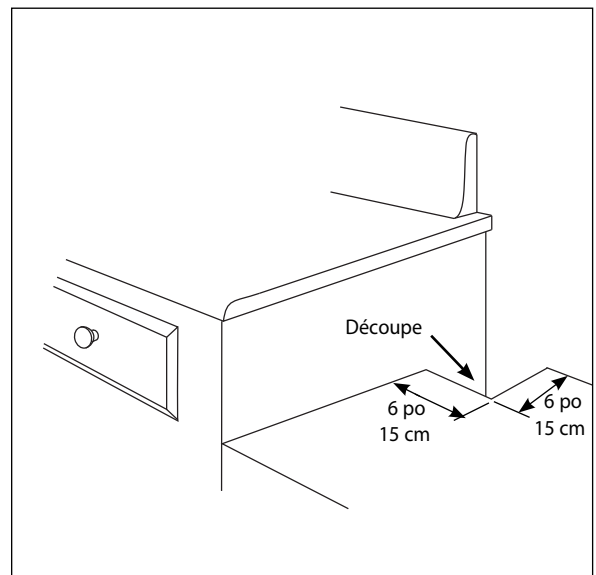

Fig. 4
*Les côtés ou la partie inférieure de la ouverture peuvent être constitués de matériaux pleins combustibles ou non-combustibles. Si la partie inférieure est pleine, prévoyez une découpe de 15 x 15 cm (6 x 6 po) dans le coin arrière gauche pour l'admission de gaz et le cordon d'alimentation. Voir fig. 4.*